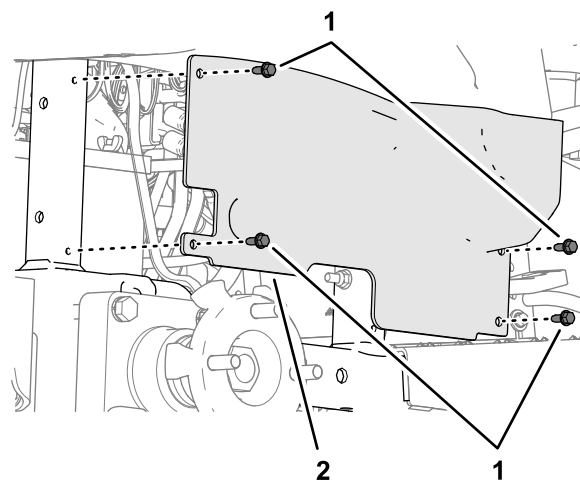

Figura 31
3. Rimuovete le 4 viti flangiate a testa cilindrica ($\frac{1}{4}$ " x $\frac{5}{8}$ ") che fissano la protezione della ruota al telaio della macchina (Figura 31).
6. Allineate i fori nella protezione della ruota con il telaio della macchina (Figura 31) e fissate la protezione al telaio con le 4 viti flangiate a testa cilindrica ($\frac{1}{4}'' \times \frac{5}{8}''$) che avevate rimosso al passaggio 3.